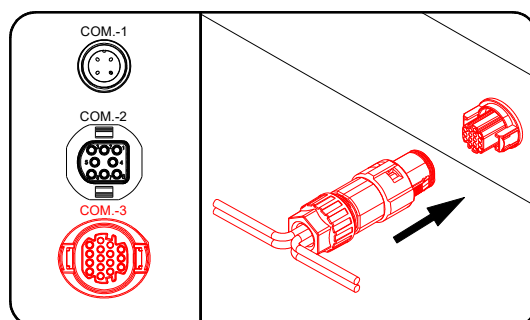

FIG 11 – Inserção do conector na porta CT
7. Localize o **receptáculo correspondente no inversor**, remova a tampa de proteção, insira o plugue e certifique-se de que esteja totalmente encaixado, conforme a **FIG 11**.